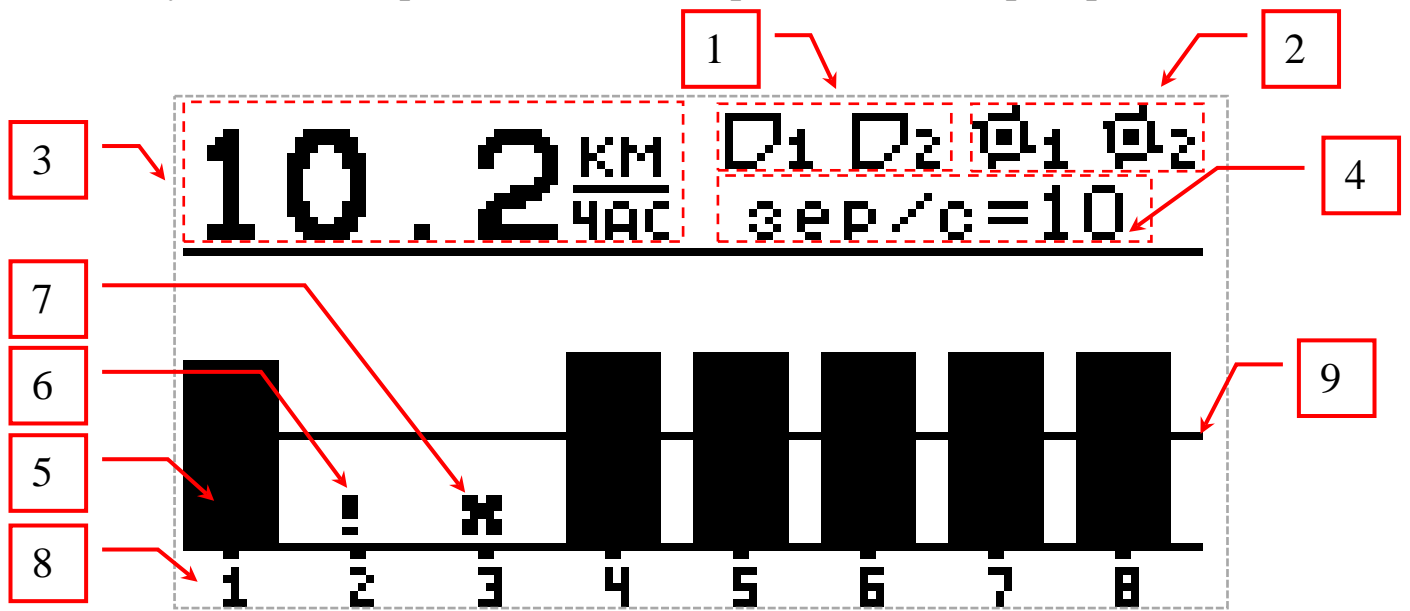

Рисунок 3 Главный экран
- Главный экран, см. «Рисунок 3».
Затем на экране отображается главный экран (см. «Рисунок 3») и система готова к работе.
На «Рисунок 3» изображен Главный экран панели оператора.
- Находясь на главном экране (см. «Рисунок 3»), нужно вызвать главное меню нажатием кнопки **«Меню»**.